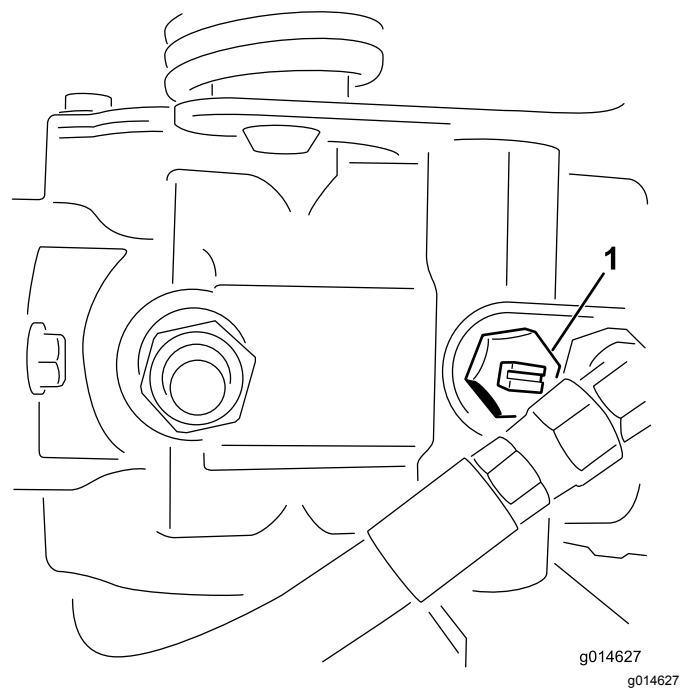

图25
2. 启动发动机之前、旋转旁通阀、使槽处于水平位置、这样就可以关闭旁通阀 (图25)。
1. 找到并旋转泵上的旁通阀使槽处于垂直位置 图25。